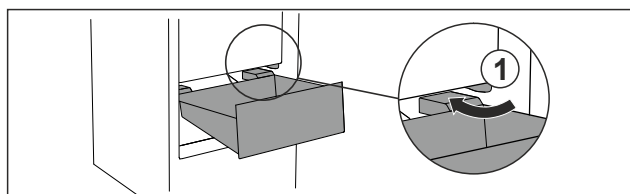

Fig. 97
- Schubfach schräg um die Stopper Fig. 97 (1) herumführen.